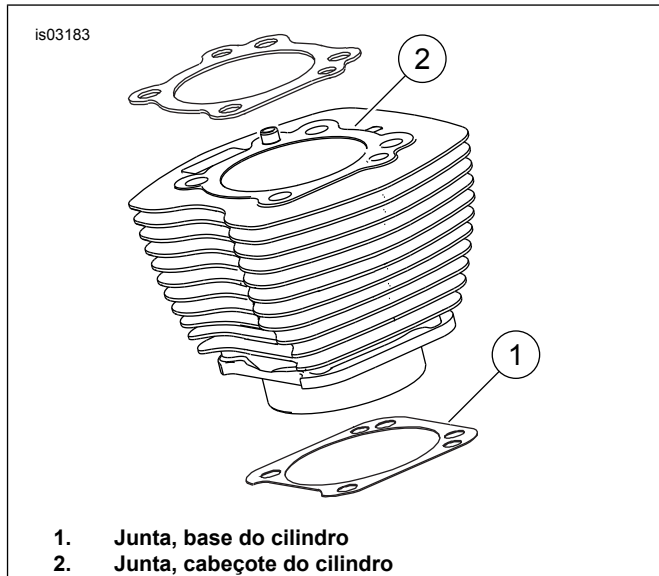

Figura 1. Juntas do Cilindro
- Ver Figura 1. A utilização da junta de base do cilindro de 103,1 mm (4 in) (1) e da junta de cabeçote de cilindro (2) elimina a necessidade de juntas tóricas. Não utilize juntas tóricas nas cavilhas cilíndricas ou nos encaixes cilíndricos.
- Ao instalar uma nova junta na base (1), faça-o com o lado convexo virado para baixo e com o lado côncavo virado para cima.